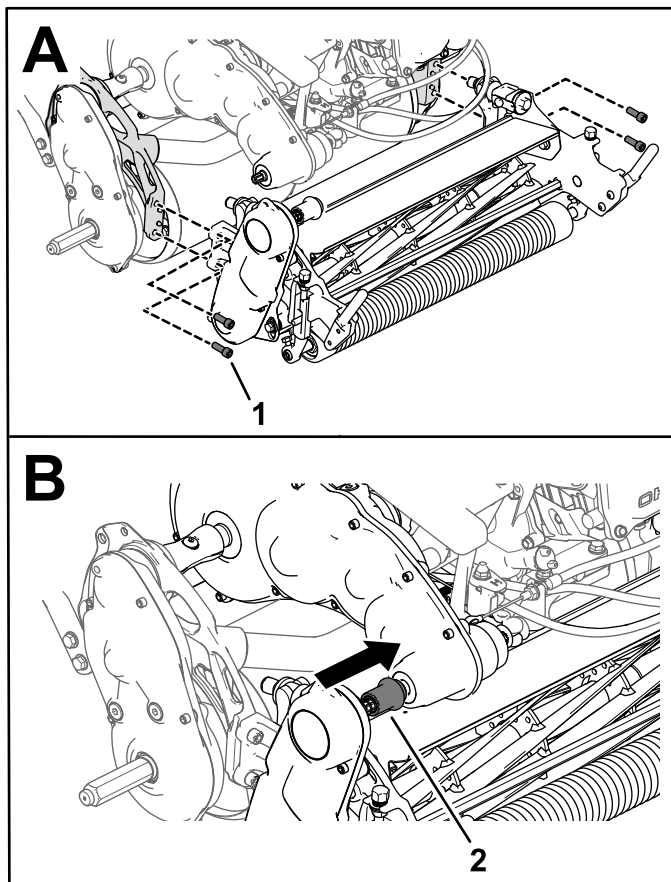

Figura 48
3. Utilice 4 tornillos allen para fijar la unidad de corte en el bastidor (Figura 48).
4. Deslice el acoplamiento de la transmisión de la unidad de corte al árbol de la transmisión (Figura 48).